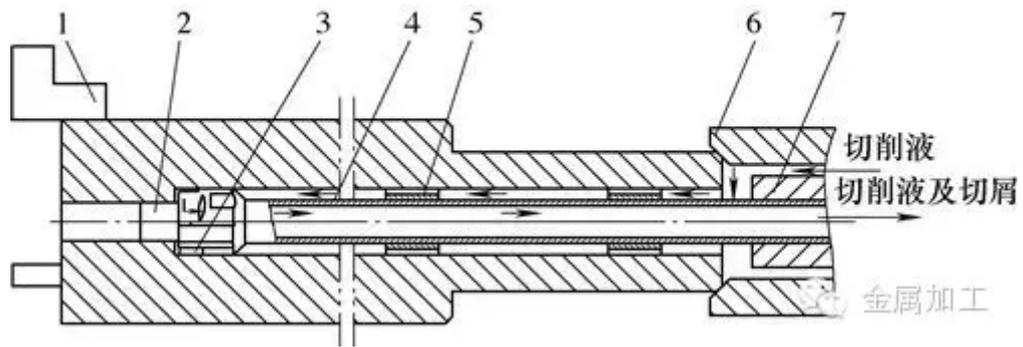

图3 改进后钻扩削深孔示意图
(1) 钻孔时，在钻杆上安装支承套，约 300mm 一个，对钻杆进行有效支承。但是，深孔钻削时必须有足够的切削液进入工件内孔，对刀具进行冷却，并将切屑经钻杆内孔带走（见图 3）。为此，我们将支承套外圆设计成矩形花键形状，采用胶木制作，既能有效支承钻杆，增加钻杆刚性，降低钻杆与支承套之间的磨损，又能满足切削液顺利进入工件内孔，对刀具进行冷却，将切屑带走。
(2) 按照沉孔钻的原理，在扩孔钻头前增加导向部分，提高内孔外圆同轴度。
(3) 为了提高胶木支承套的使用寿命，我们将支承套提前浸泡在切削液中，降低胶木套的磨损。
具体如图 3 所示。